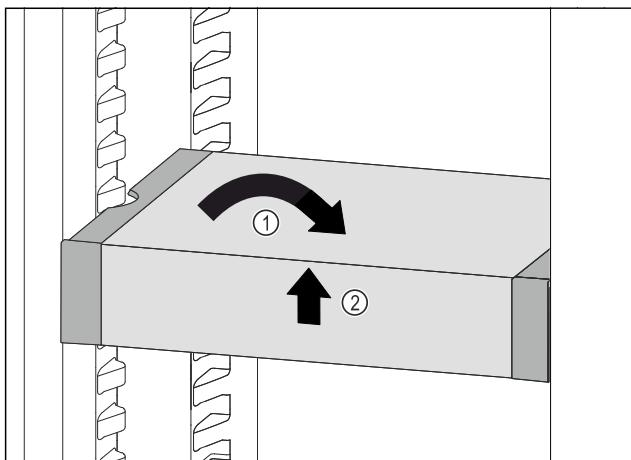

Fig. 134
- Вирівняти VarioSafe. Fig. 134 (1)
- Підняти VarioSafe спереду. Fig. 134 (2)